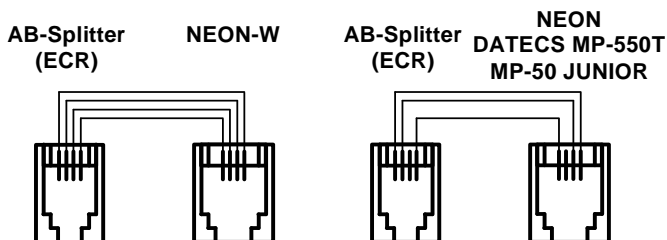

Рис. 4
6.3. Подключить разветвитель «AB-Splitter» к ЭККА через разъем ECR (Приложение А, Рис. 4).
11. 3. Схемы кабельного соединения разветвителя «**AB-Splitter**» с различными моделями ЭККА изображены на Рис.4.